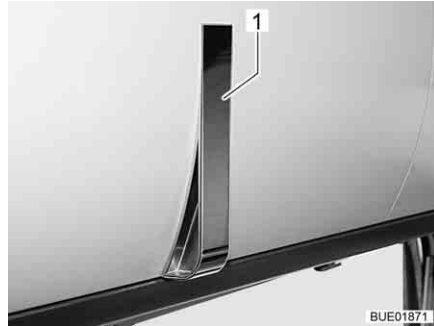

Fig. 38 Trampa de muebles con tirador (ejemplo)
- Tirar del tirador (Fig. 38,1) hasta que la trampa de muebles quede abierta.